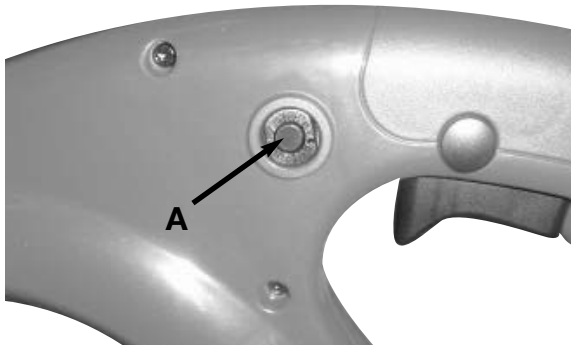

Fig. 5
2. Pulse el interruptor de sobrecarga (A) para reiniciarlo. Continúe con el funcionamiento. (Fig. 5)